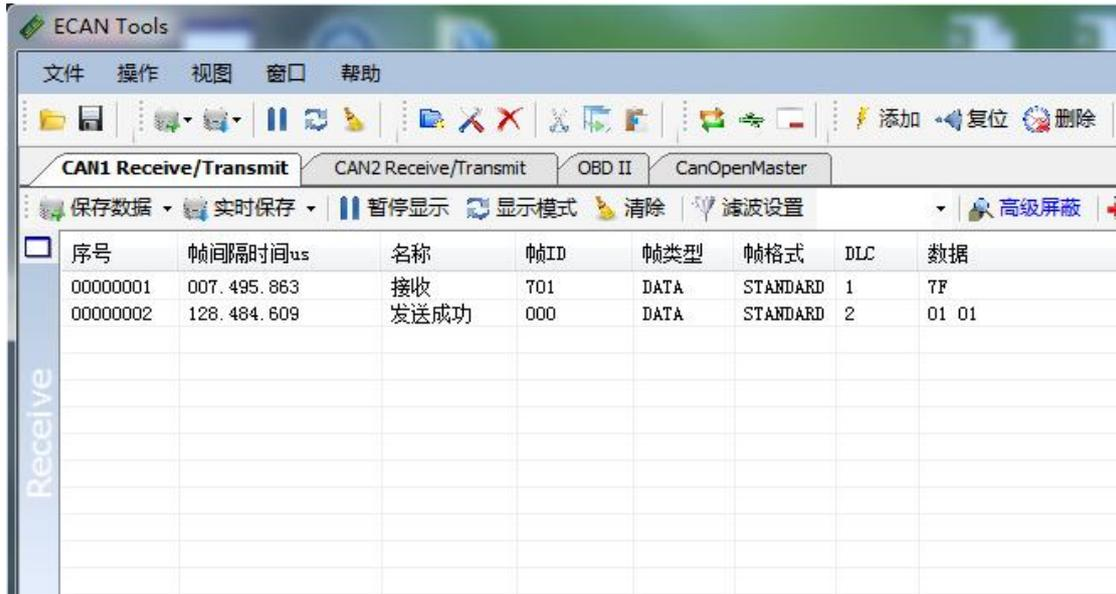

图 5.3 NMT 命令监控界面
使用 GCANTools 软件命令 GCAN-4032 进入操作状态的步骤是：①将从站节点号填入 ID 后面的文本框中，②点击添加从站按钮，③打开节点左侧的+号，并点击“NMT”，④选择“Start Remote Node”（默认），点击下方的“NMT”按钮。如图 5.3 所示，发送后可在 GCANTools 监控界面中查看到 NMT 命令。